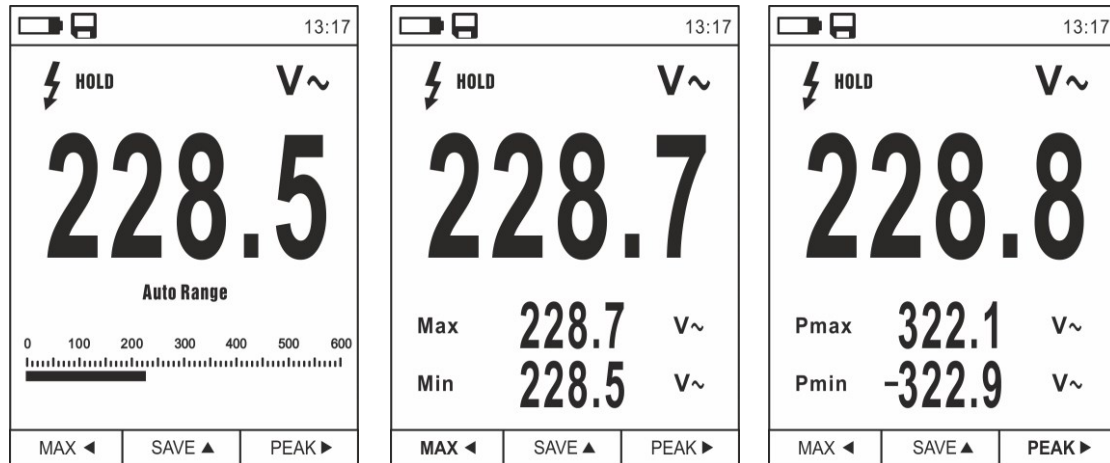

Abb. 9: Messung MIN/MAX und PEAK
1. Drücken Sie die Taste **MAX** ◀, um in den Messmodus der MAX und MIN Werte der zu messenden Größe einzutreten (siehe Abb. 9 – Mitte)
6. Drücken Sie die Taste **PEAK** ▶, um in den Messmodus der Spitzenwerte der zu messenden Größe zu gelangen (siehe Abb. 9 – rechte Seite). Die Symbole "Pmax" und "Pmin" erscheinen im Display und die Werte werden wie für die Funktion MAX/MIN aktualisiert.